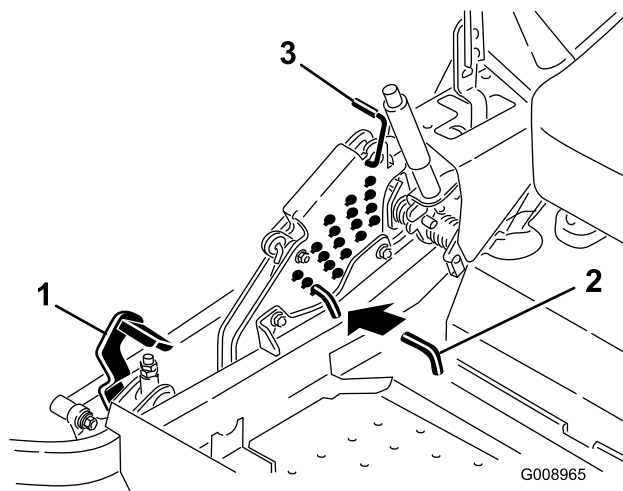

Figura 84
5. Premete completamente in avanti il pedale di sollevamento del piatto di taglio e quest'ultimo si bloccherà in posizione di trasporto a 14 cm (Figura 84).